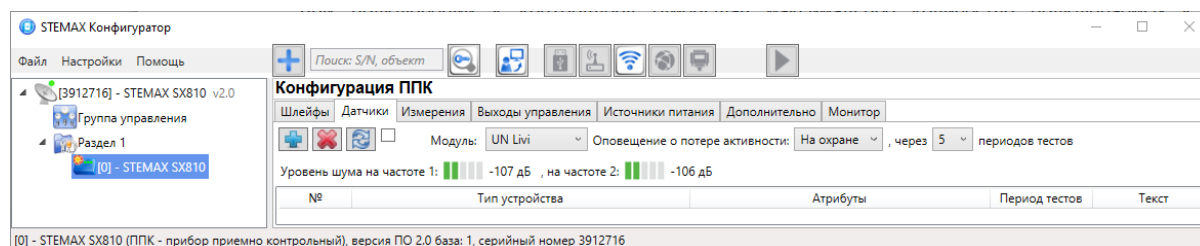

Рисунок 4.42 — Вкладка *Датчики* (основные параметры работы радиоустройств Livi)
4. В верхней части вкладки *Датчики* (см. рисунок 4.42) осуществляется выбор радиосистемы с помощью раскрывающегося списка *Модуль*. В списке выберите модуль UN Livi и дождитесь, пока программа *STEMAX Конфигуратор* запишет модуль расширения в конфигурацию контроллера.
1. На вкладке *Датчики* нажмите кнопку  (см. рисунок 4.42).